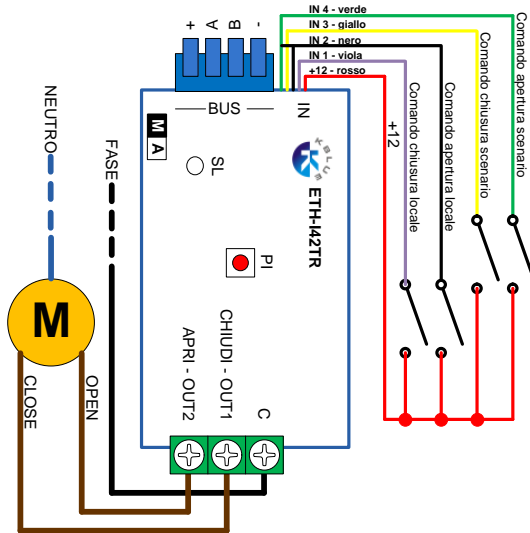

figura 2
- Usare le uscite per interrompere la FASE di alimentazione carico rispettando i collegamenti riportati in figura 2.
In figura 2 un esempio di collegamento di ETH-I42TR. I pulsanti collegati agli ingressi n°1 e 2 possono essere programmati per il comando locale dell'automazione mentre gli ingressi n°3 e 4 possono gestire comandi scenario.